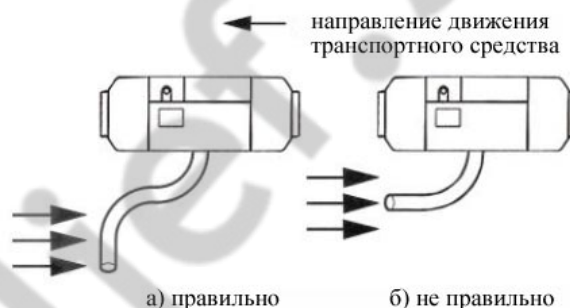

Рис. 21
4.6.4 Направление открытых концов труб не должно совпадать с направлением движения транспортного средства (Рис. 21).